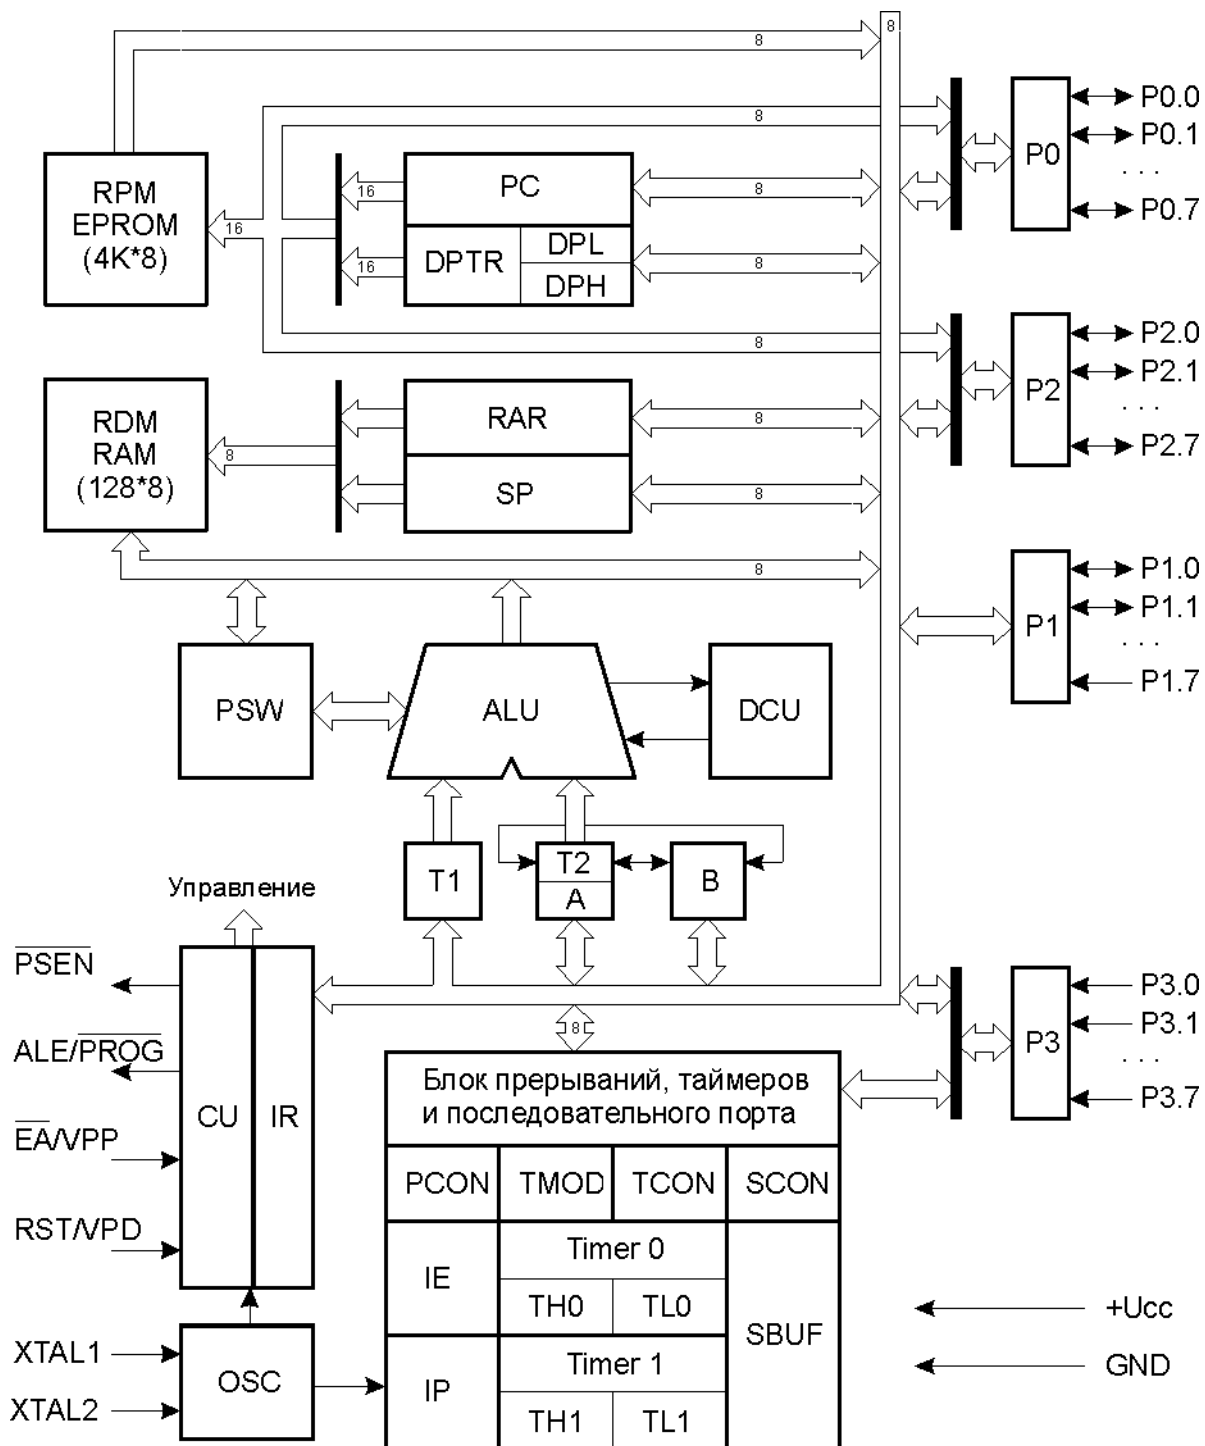

Рисунок 1 – Структурна схема мікроконтролера KM1816BE51
Функціональна схема мікроконтролера сімейства 8051 наведена на рисунку 1, а на рисунку 2 показано призначення виводів. Мікроконтролер виконано на основі високорівневої n-МОП технології. Через чотири програмованих паралельних порти введення/виведення й один послідовний порт мікроконтролер взаємодіє з зовнішніми пристроями. Основу схеми (рис. 1) утворює внутрішня двохнаправлена 8-бітна шина, що зв'язує між собою основні вузли і пристрої мікроконтролера: резидентна пам'ять програм (RPM), резидентна пам'ять даних (RDM), арифметико-логічний пристрій (ALU), блок регістрів спеціальних функцій, пристрій керування (CU) і порти введення/виведення (P0-P3).